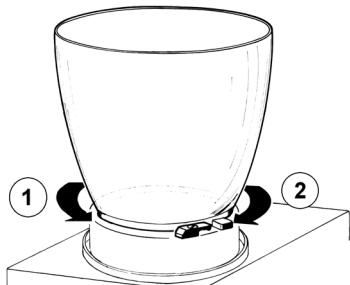
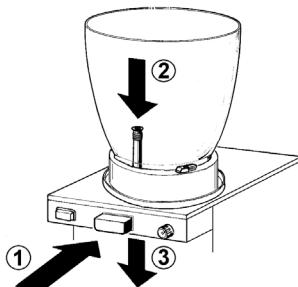

figura 2
figura 3
4 Togliere il contenitore ruotandolo (1) in senso antiorario (vedere figura 2).
Rimontare il contenitore ruotandolo in senso (2) orario. Per facilitare l'operazione bagnare con acqua la guarnizione (vedere figura 2).
- 3 Premere (1) il tasto di comando rubinetto e inserire (2) il gommino nella sua sede sul fondo dell'evaporatore.
Tirare (3) lievemente verso il basso l'estremità del gommino rubinetto fino ad assestarlo completamente (vedere figura 3).